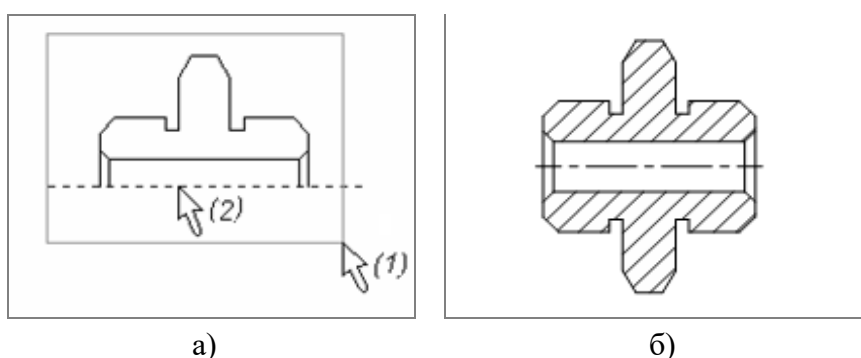

Рисунок 39 – Порядок выполнения операции симметричного копирования и штриховки
2.5.3 Выполните операцию копирования элементов способом осевой симметрии. Порядок выполнения: вызвать команду «» («Чертеж|Копия|Копирование симметрично»). Вначале выбрать элементы копирования при помощи рамки (1) (рисунок 39а), далее указать на линию
2.5.4 Выполните штриховку и вычертите ось симметрии (рисунок 39б).